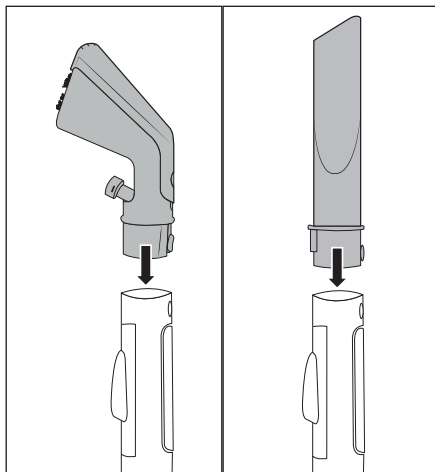

Fig. 3
- ◆ Sæt polstermundstykke **22** eller fugemundstykke **23** i sprøjte-/sugeslangen **19**, indtil låseknappen **25/32** går i indgreb (se fig. 3).